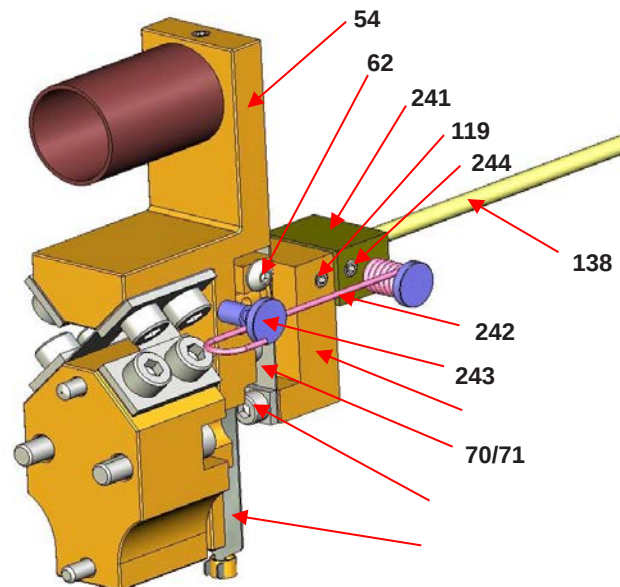

Figura 21
- a) Monte o tubo de torque (137) sobre um suporte. O pivô tipo faca na parte de trás do tubo deve ser orientado para a parte de cima.
- b) Na haste de transmissão (138), monte o conjunto de polarização (241).
- c) Na haste de transmissão (138), monte o acoplamento S/A (75) incluindo flange (116), flexão do acoplamento S/A (70) [incl. flexão (71), pino (72) e arruela (73)], flange (117) e os seus dois parafusos afrouxados (118) (consulte figura 21).
- e) Posicione o subconjunto verticalmente sobre a haste de modo que a distância entre a flexão do acoplamento (71) e o flange do tubo de torque seja 59,5 mm $\pm$ 0,5 (consulte figura 21). Aperte firmemente este subconjunto à haste, usando os dois parafusos laterais (119).
- f) Colocar o viés a 1 mm do acoplamento S/A, alinhe o viés S/A com o acoplamento S/A e apertá-lo na haste com os dois parafusos laterais (244).
- g) Verifique se o parafuso (62) na barra (54) está solto.
- i) Deslize a caixa para dentro do flange do tubo de torque enquanto observa através da abertura lateral que o pino (72) é inserido na extremidade do acoplamento da barra. Utilize uma ferramenta plana para fazer facilmente o backup da flexão do acoplamento (71).
- j. Quando a caixa estiver em contato com o flange do tubo de torque, verifique se a barra está livre para girar colocando o dedo sobre a lamela (59) através do orifício inferior de 3/4" NPT.
- k. Fixe a caixa com quatro parafusos (121) e arruelas (122). Aperte firmemente.
- l) Verifique novamente se a barra está livre para rodar e se a flexão do acoplamento (71) não está deformada. O acoplamento na viga (54) é apertado mais tarde.